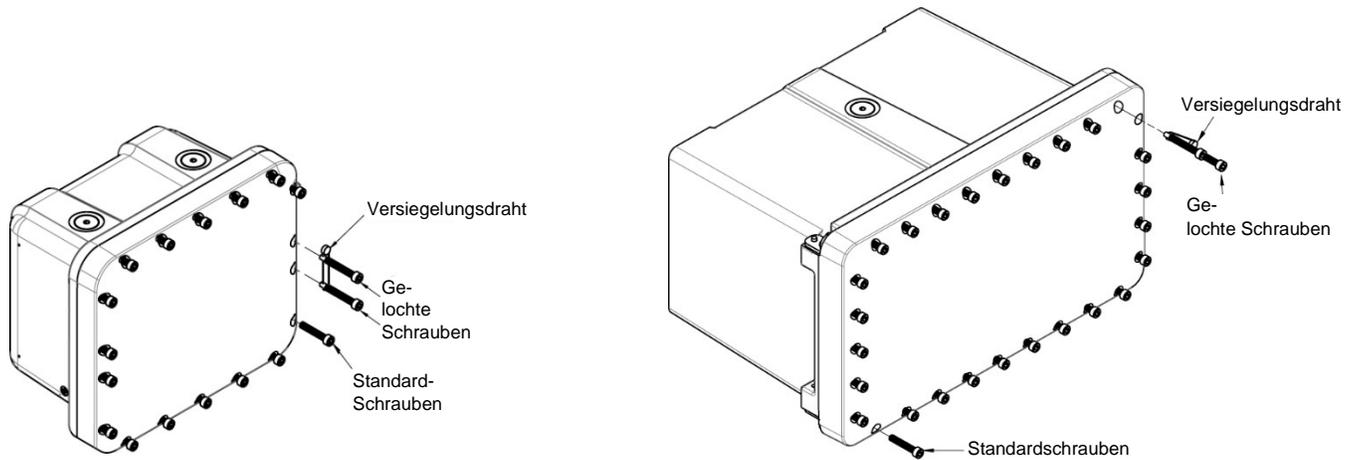

Abbildung 67. Überprüfung des Durchschlagpfads
4. Prüfen Sie, dass das Gehäuse ordnungsgemäß geschlossen ist, indem Sie den „Spalt“ zwischen Deckel und Gehäuse mit einer Fühlerlehre von 0,0381 mm (0,0015") nachprüfen. Die Fühlerlehre darf in diese Verbindung nicht weiter als 6 mm (¼") an irgendeinem Punkt entlang der Verbindung zwischen Deckel und Gehäuse eindringen; siehe Abbildung 67 als Beispiel.